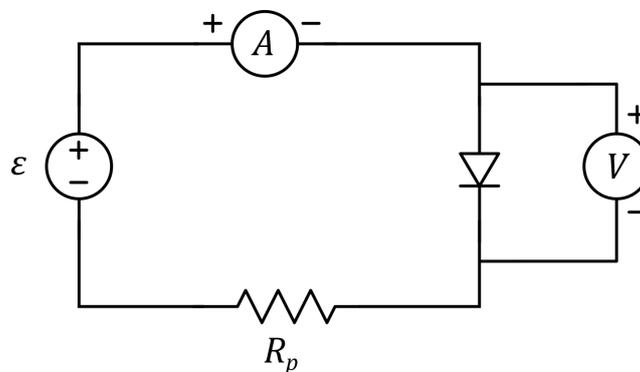

Figura 7 Esquema de montagem com fonte de tensão contínua, diodo, resistor de proteção, voltímetro e amperímetro.
1. Monte o circuito esquematizado na figura 7, que contém um diodo e um resistor de proteção R_p .